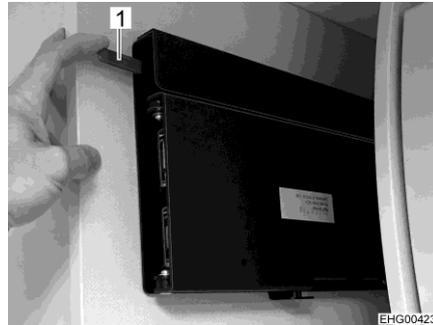
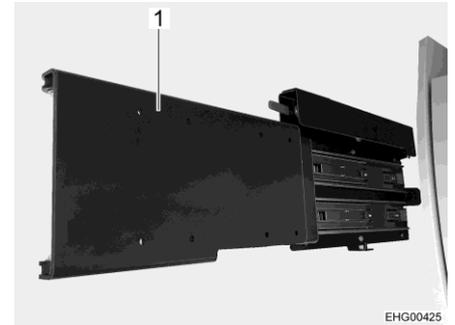

Bild 93 Auszug entriegeln
Bild 94 Auszug (ausgefahren)
- Roten Hebel (Bild 93,1) nach unten drücken und Auszug (Bild 94, 1) herausziehen. Der Flachbildschirm zeigt zum Wohnbereich.